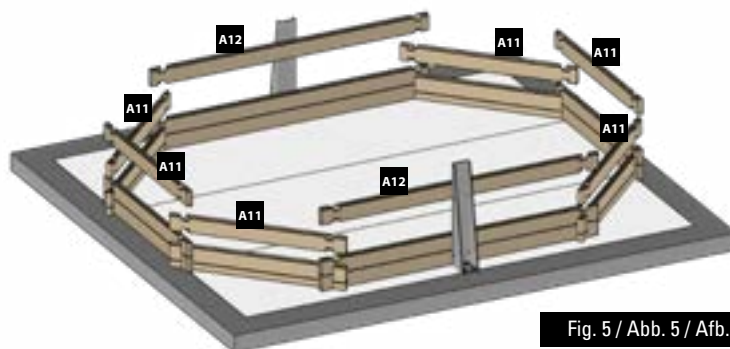

Fig. 5 / Abb. 5 / Afb. 5
3rd LAYER OF BOARDS: Install the third layer of boards as shown in figure 5. The position of the refilling fitting with the key and the skimmer should be defined at the start of the assembly (read the specific paragraphs).
3ÈME RANGÉE MADRIERS : Positionnez les madriers de la 3ème rangée conformément à la figure 5. Vous devez avoir déterminé l’emplacement de la buse de refoulement et du skimmer dès le début du montage (voir paragraphes spécifiques).
3. BRETTERREIHE: Platzieren Sie die Bretter der dritten Reihe laut Abb. 5. Zu Beginn der Montage müssen Sie die Lage des Druckventils und des Skimmers festlegen (lesen Sie hierzu die entsprechenden Abschnitte).
3ª RIJ PLANKEN: Plaats de planken van de derde rij zoals te zien is op afbeelding 5. U moet al bij aanvang van de montage bepalen op welke plaats het uitstroombondstuk en de skimmer moet komen (less de betreffende paragrafen).